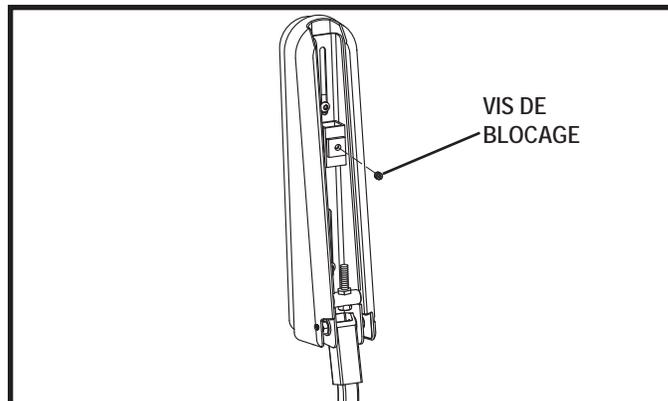

Figure 15. Dessous de l'accoudoir
2. Desserrez la vis de réglage sous l'accoudoir. **Voir la figure 15.**